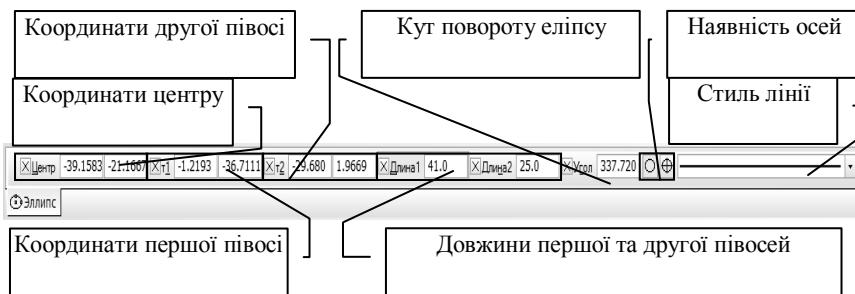

Рис. 3.3. Панель властивостей еліпсу
**Ellips** створюється викликом команди **Элліпс**. Викреслюється еліпс зі заданим центром через дві вказані точки. Для побудови вказуємо початкову точку центру еліпса. Потім вказуємо на певній відстані від центру точку першої півосі та вказуємо в протилежній осі точку другої півосі. Основними властивостями даної команди (рис. 3.3) є: довжина першої та другої півосі, кут повороту еліпсу та наявність осей. Кут повороту еліпсу задається по першій півосі. За замовчуванням дуга будується без осей.